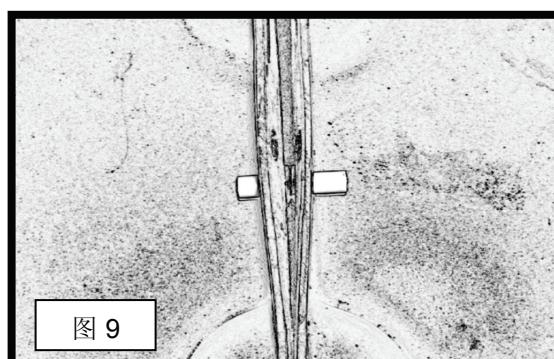

图 9
8) 待特氟纶管穿过两个密封环后，一定要将管子调整到使其大体处于两个液体收集槽之间的中心位置（见图 9）。
- 8) チューブを両方のグロメットに通したら、チューブの中央部分が2つのアキュムレーションセンターの間にくるようにします（図9参照）。